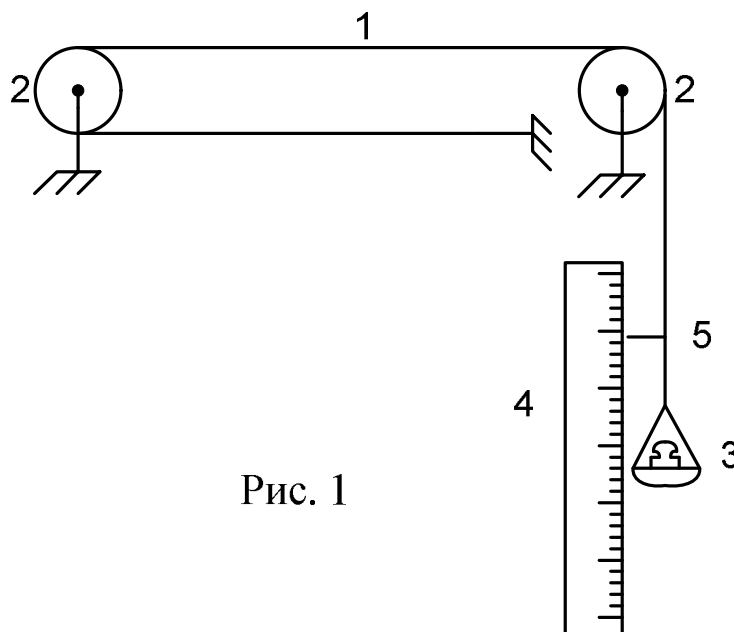

Рис. 1
В установці (рис.1) використовується довга (близько 5 м) капронова нитка діаметром $0,2 \div 0,4$ мм (рибальська волосінь). На малюнку вона позначена цифрою 1. За допомогою блоків 2 капронова нитка закріплена на робочому столі. До кінця нитки приєднано платформу для важків 3. Поруч вертикально закріплено лінійку 4, на якій з допомогою покажчика 5 можна відмічати положення кінця нитки. Значна довжина нитки дає змогу вже при невеликих навантаженнях ($\approx 1H$) з достатньою точністю виміряти абсолютне видовження Δl . Модуль Юнга визначається за формулою (3) для різних значень F .